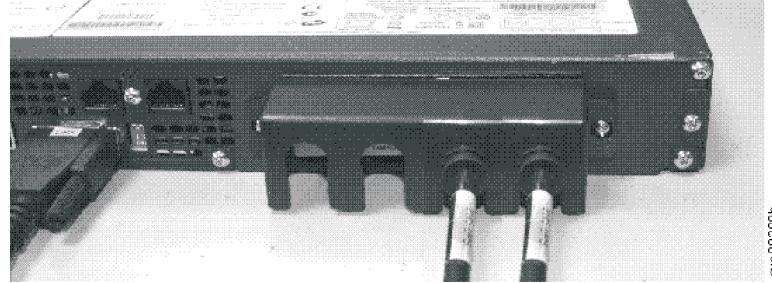

图 19. 2145 UPS-IU 电源线固定支架
5. 如图 19 所示，在支架两侧各使用一颗螺钉来将其固定。